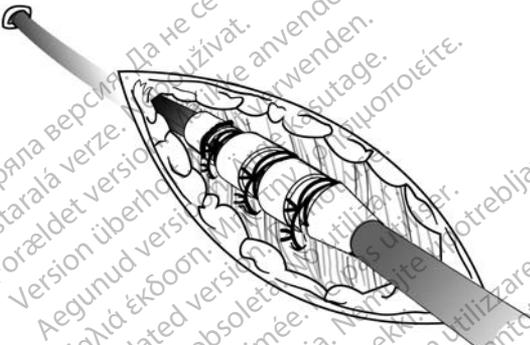

Abbildung 11. Beispiel einer Nahtmanschette, perkutane Implantationstechnik
1. Ziehen Sie die Einführschleuse ab, und schieben Sie die distale Nahtmanschette tief in das Gewebe hinein (Abbildung 11 Beispiel einer Nahtmanschette, perkutane Implantationstechnik auf Seite 28).